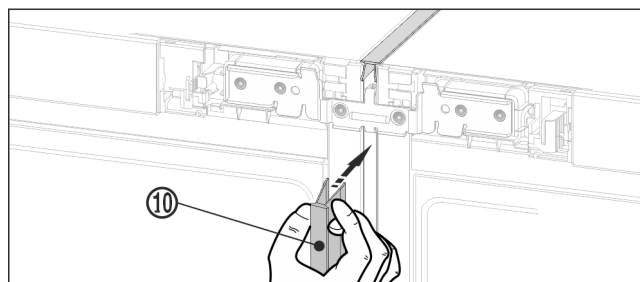

Fig. 21
- ▶ În partea frontală, presați profilul de mascare Fig. 21 (10) în fanta verticală. Aveți grijă ca profilul să se sprijine pe tabla de îmbinare.